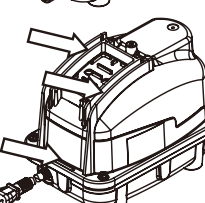

Figure 4
⑤ Vérifiez et assurez-vous que l’entrée d’air n’ est pas bouchée.
⑥ Retirez la poussière à l’arrière du boîtier supérieur.(Figure 4)